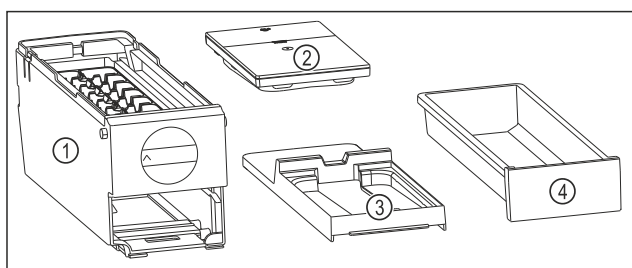

Fig. 78 Componenti dell'EasyTwist-Ice
- ▷ L'EasyTwist-Ice è scomposto in quattro parti. (vedere Fig. 78)
- ▶ Smontare l'EasyTwist-Ice scomponendo solo gli elementi rappresentati in figura. (vedere Fig. 78)
- ▶ Pulire l'intero corpo dell'EasyTwist-Ice Fig. 78 (1).